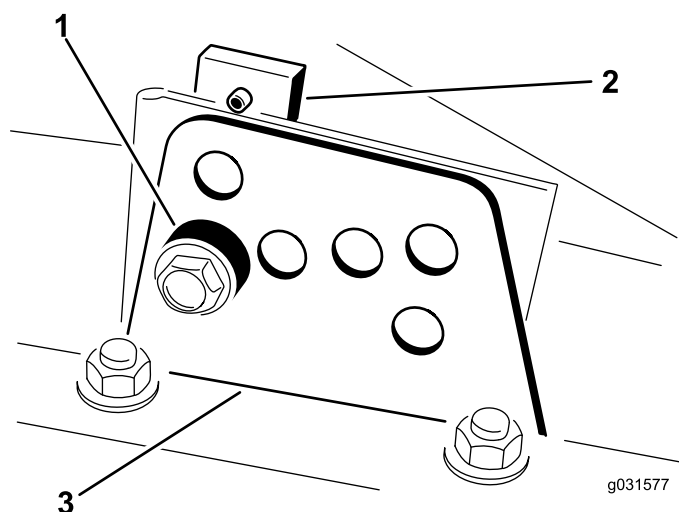

图 18
2. 拧松将各剪草高度支架固定至剪草高度板的螺栓前面和两侧如图 18 所示。
4. 在支撑起切割腔的同时取出隔片(图 18)。